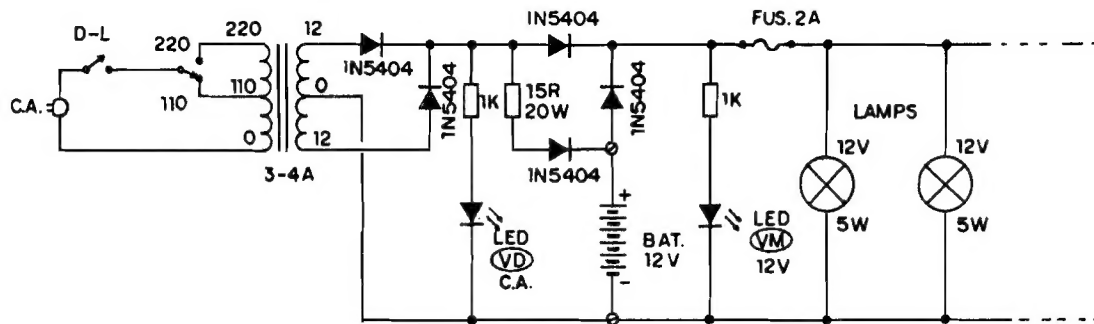

Fig.1
**- FIG. 1 - DIAGRAMA ESQUEMÁTICO DO CIRCUITO** - Mesmo "mantendo em pé" as melhores características, o circuito foi propositalmente "enxugado", eliminando-se toda e qualquer sofisticação que pudesse complicá-lo ou elevar seu custo final (sem perda das essenciais condições de confiabilidade e segurança no funcionamento...). Assim, na prática, foram evitados módulos eletrônicos complexos, optando-se por uma fonte simples, baseada num trafo convencional (primário para 0-110-220V e secundário para 12-0-12V x 3 ou 4 ampéres...), proporcionando a redução da Tensão da rede (110 ou 220 volts, selecionada por chave...) para 12V, sob razoável Corrente... Dois diodos 1N5404 estabelecem uma retificação em onda completa (facilitada pelo terminal central, de "zero" volt, do secundário...), oferecendo uma C.C. pulsada, já nos parâmetros necessários aos módulos seguintes e à aplicação final. Logo em seguida, um LED (verde), protegido quanto à Corrente por um resistor de 1K, monitora a presença de Tensão na rede local (por método **indireto** já que encontra-se acoplado ao secundário do trafo...) e - ao mesmo tempo - atua como piloto do estado em **stand by** do ILPES... A partir desse ponto do circuito, a energia é literalmente "dividida", seguindo uma parte dela (num máximo "permitido" de aproximadamente 2A, porém num limite "estabelecido" de pouco mais de 1A...), através de um outro diodo 1N5404, diretamente para a Saída operacional destinada ao acionamento de até 15W de lâmpadas (obviamente, lâmpadas para 12V, tipo "automotivo" - detalhes mais à frente...). No percurso final da energia, um fusível para 2A previne problemas pa-